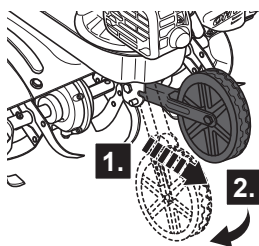

Fig. 9, posición de transporte
Cuando transporte el producto y durante el almacenamiento, la rueda de transporte se debe ajustar a la posición inferior (Fig. 9).
- > Tire del soporte de la rueda (15b) hacia delante y muévelo hacia arriba o hacia abajo hasta la posición deseada (Fig. 9 y 10).